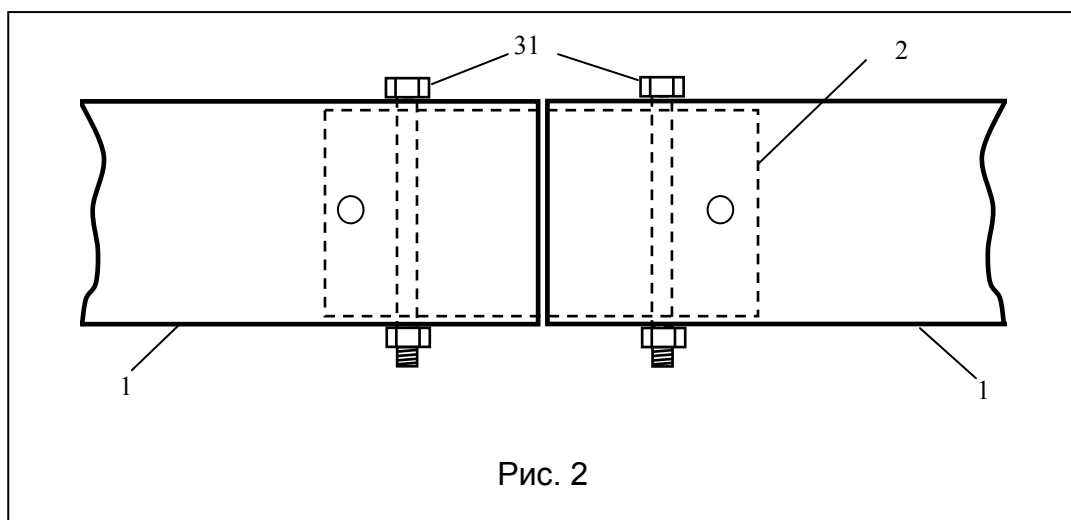

Рис. 2
Соедините три несущие трубы (1) через стыковочные трубы (2) болтами (31) как показано на рис. 2. На рис. 3 показан способ крепления колец 28 на трубы (1) траверсы для крепления растяжек.